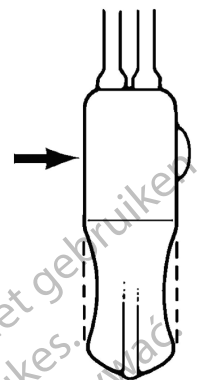

Figura 4-43. Metodo del bastoncino di cotone
2. Applicare pressione sull'area direttamente posteriore al pulsante di disattivazione servendosi della punta di un bastoncino di cotone. (Figura 4-43)